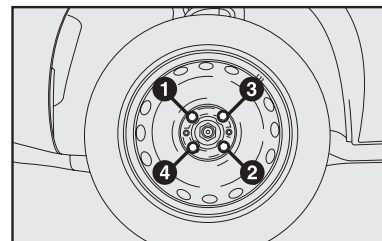

fig. 11
- Apriete a fondo los tornillos, pasando de un tornillo al otro diametralmente opuesto siguiendo el orden ilustrado en la **fig. 11**.